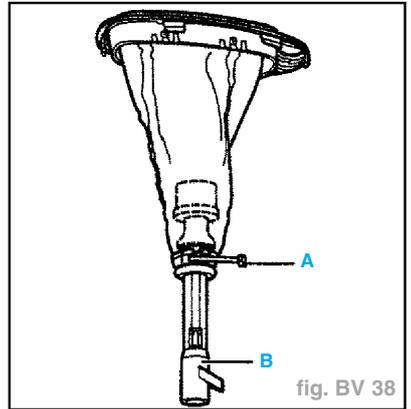

fig. BV 38
- Introduire l'attache-câble (A) dans le cache (fig. BV 38).
- Comprimer l'attache-câble (A) et éliminer la partie superflue.